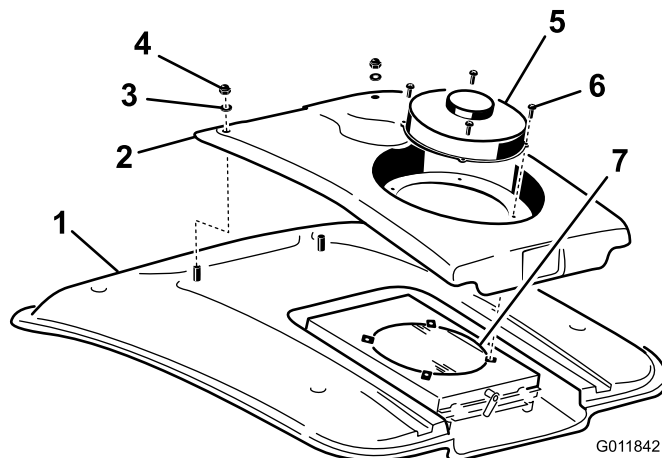

Figura 55
2. Retire los 4 tornillos que sujetan el ventilador y la tapa del condensador al soporte del ventilador (Figura 55).
4. Retire las dos tuercas y arandelas que sujetan la parte delantera de la tapa del condensador al techo de la cabina (Figura 55).
8. Limpie a fondo el condensador del aire acondicionado con aire comprimido (Figura 55).